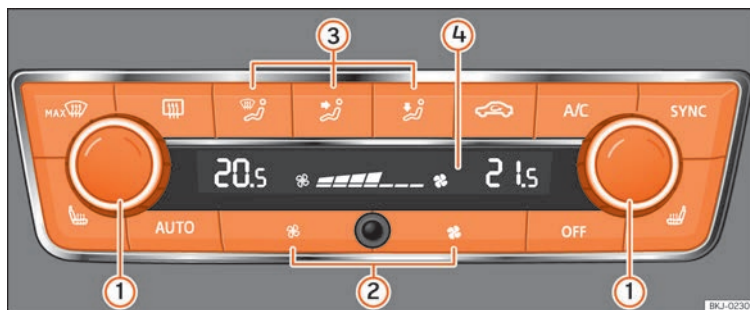

Fig. 170 Climatronic: elementos de manejo.
- Ajuste la potencia del ventilador a cero »» fig. 170 ② o presione la tecla OFF.
- Pulse la tecla **AUTO** »» fig. 170.
- Al conectar el encendido puede utilizar el mando **1**  **fig. 170** para ajustar la temperatura interior deseada.
- Pulse la tecla **MAX**  **fig. 170**.